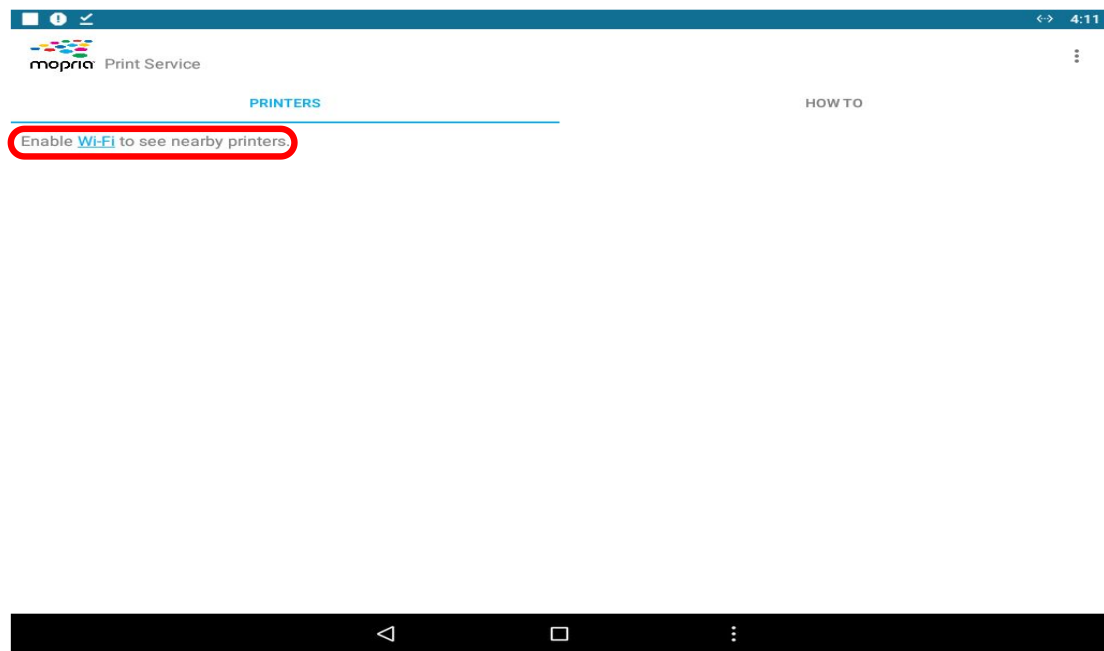

Abbildung 8
4. Nachdem Sie die Benutzeroberfläche der Druckersoftware aufgerufen haben, tippen Sie auf „**Enable Wi-Fi to see nearby printers**“, um mit dem WLAN des Druckers zu verbinden (siehe Abbildung 8). Die WLAN-Verbindung war erfolgreich, wie in Abbildung 9 dargestellt.